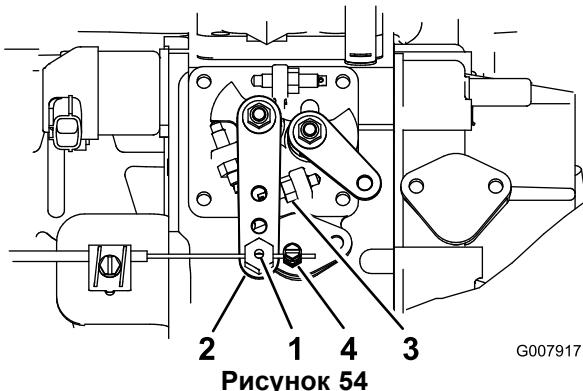

Рисунок 54
- Ослабьте соединитель на тросике дроссельной заслонки рядом с рычагом насоса для впрыска топлива (Рисунок 54).
- Удерживайте плечо рычага насоса для впрыска топлива прижатым к упору высокой частоты холостого хода (Рисунок 54).